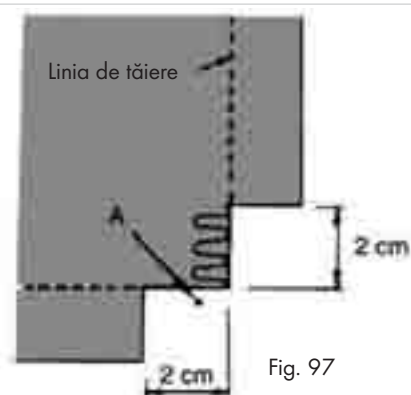

Fig. 97
1. Tăiați înainte și după colț cca 2 cm până la linia de coasere (fig. 97).
2. Realizați o cusătură mai departe decât cea până la marcajul „A” din desen și opriți (fig. 97).